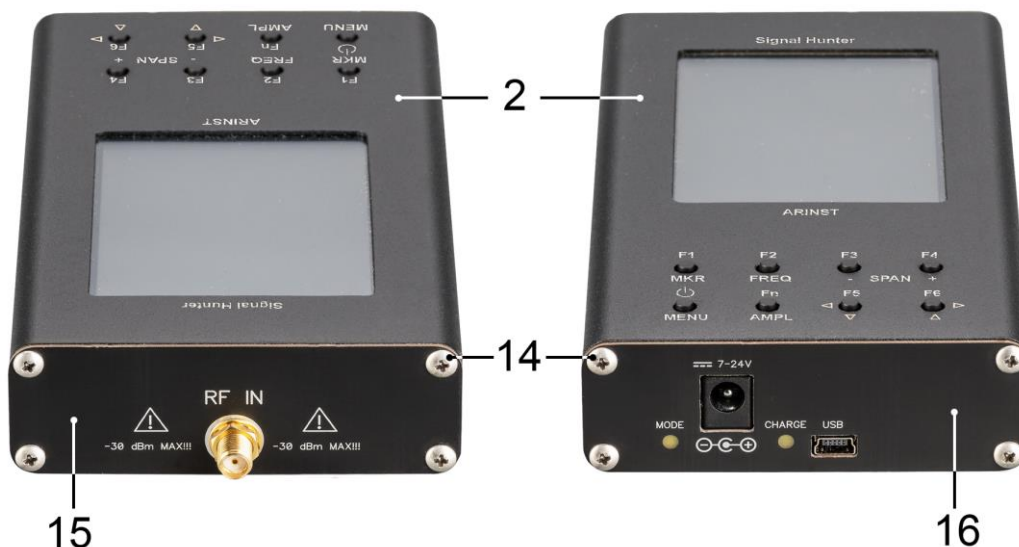

Рисунок 9.4.2 – Разборка корпуса прибора
9.4.4. Вывинтите 4 винта (14) передней крышки (15) прибора. Затем вывинтите 2 верхних винта (14) задней крышки (16) прибора. (Рисунок 9.4.2).